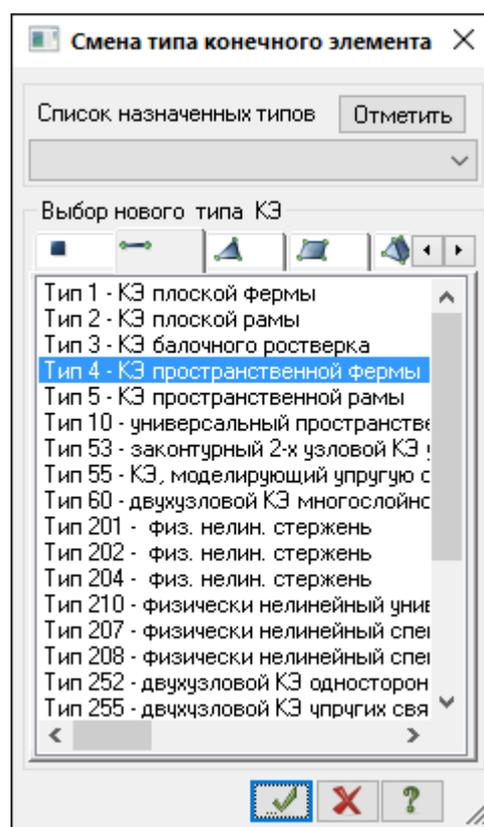

Рис.12.19. Диалоговое окно **Смена типа конечного элемента**
- Щелчком по кнопке  – **Смена типа КЭ** (панель **Схема** на вкладке **Расширенное редактирование**) вызовите диалоговое окно **Смена типа конечного элемента** (рис.12.19).